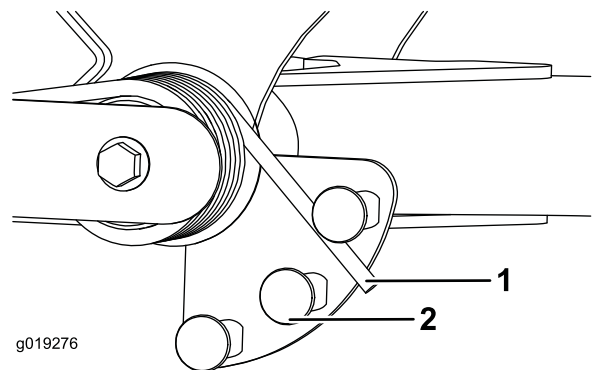

図 65
2. スプリングの長い方の端部にチューブのようなものを取り付けて、スプリングアクチュエータの周囲に巻きつけるようにして希望位置にセットする 図 65。